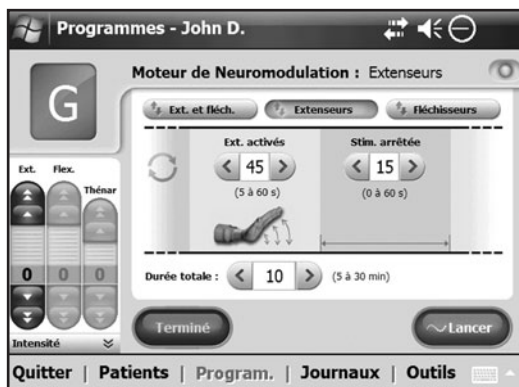

Figure 8-30 : Fenêtre Programme G, extenseurs.
1. Réglez la durée d'activité des extenseurs, la durée d'arrêt de la stimulation et la durée totale. Reportez-vous à la Figure 8-30.